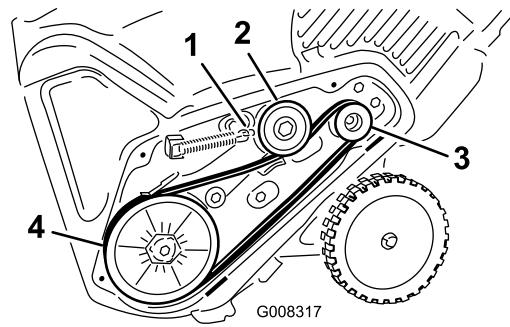

Figure 25
5. Montez et acheminez la nouvelle courroie comme indiqué à la (Figure 25).
8. Raccrochez le ressort de frein au bras de la poulie de tension (Figure 25).